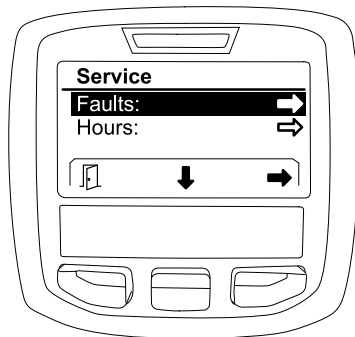

Figure 26
1. Appuyez sur le bouton de sélection central pour naviguer jusqu'à l'option ANOMALIES, puis appuyez sur le bouton droit pour ouvrir l'écran Anomalies (Figure 26).